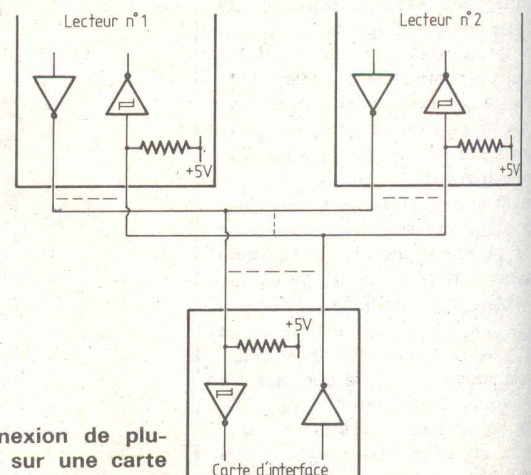

Fig. 4. - Connexion de plusieurs lecteurs sur une carte d'interface.
Le deuxième avantage apparaît lorsque l'on regarde la figure 4 qui montre le principe de connexion de plusieurs lecteurs de disquettes sur une même carte de couplage. Tous les signaux d'interface de tous les lecteurs sont reliés entre eux (on réalise ainsi une sorte de bus analogue dans son idée à celui d'un micro-ordinateur) selon un schéma de OU câblé et seul le lecteur concerné par l'échange à un instant donné est validé au moyen de lignes de sélection. Le fait que les signaux soient actifs à l'état bas permet ce genre de liaison sans avoir à utiliser, comme pour les composants micro-informatiques, de portes trois états ; les portes de sortie des lecteurs non validés restant tout simplement à l'état haut. De
- Select 1, 2 et 3 sont trois lignes qui permettent de sélectionner des drives connectés comme indiqué figure 4. Le numéro de la ligne qui est à l'état bas correspond au numéro du lecteur sélectionné.